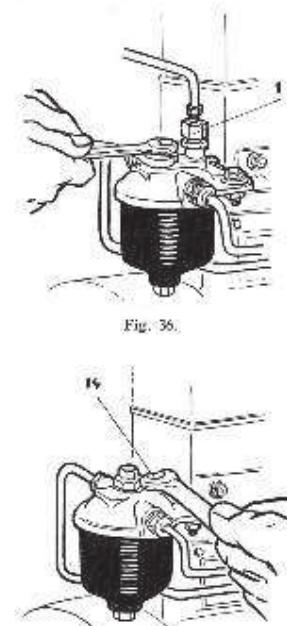

Fig. 36-bis.
S'il s'agit d'un système d'alimentation par gravité, ouvrir tout d'abord le robinet du réservoir pour relâcher ensuite le bouchon de purge d'air (14) situé à côté de l'écrou central du couvercle. Laisser échapper l'air et le liquide jusqu'au moment où ce dernier arrive exempt de bulles d'air. Répéter l'opération avec la vis de purge d'air (2) montée sur l'écrou central même. Il est nécessaire quelques fois de maintenir l'écrou central avec une clé pendant que l'on dévisse la vis de purge, de façon à ne pas dévisser les deux en même temps (fig. 36 bis).
12) Si le système comprend une pompe d'alimentation et si le filtre est muni en plus d'une soupape de purge d'air par gravité (1), de trop plein ou d'un système de purge d'air permanent, il est seulement nécessaire d'actionner à la main le levier ou plongeur d'amorçage de la pompe d'alimentation jusqu'à ce que le gasoil apparaisse exempt d'air en s'échappant par la vis de purge que l'on aura dévisée entre temps. Purger de même la galerie de la pompe d'injection (fig. 36).